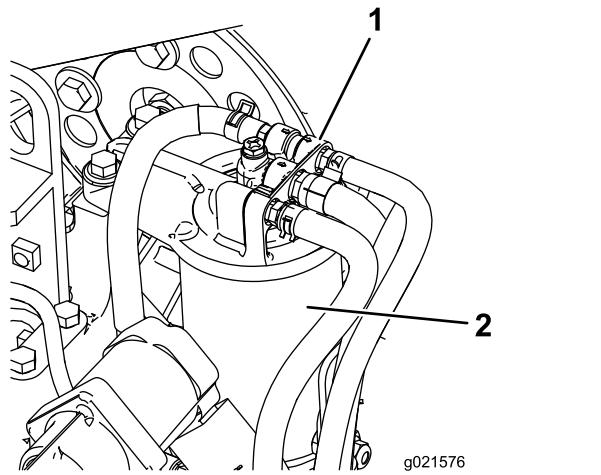

Figura 79
1. Limpie la zona alrededor del cabezal del filtro de combustible (Figura 79).
2. Retire el filtro y limpie la superficie de montaje de la cabeza del filtro (Figura 79).